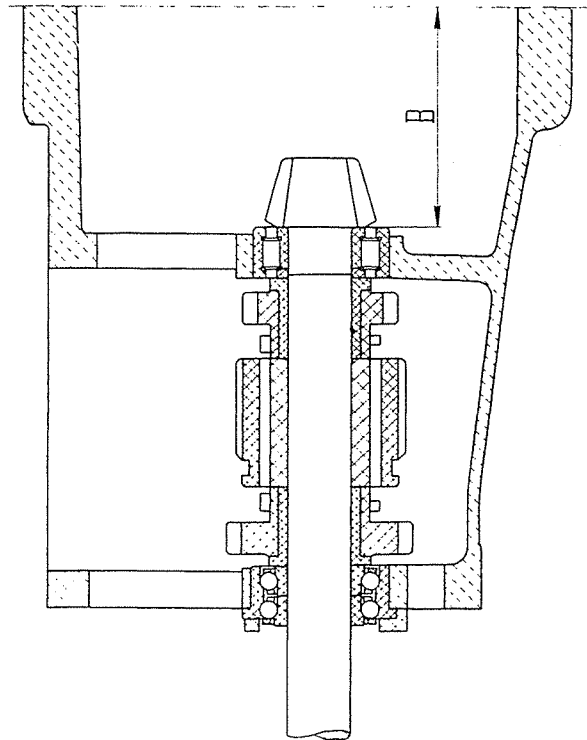

Abb. 196 - Mass « B », bildlich dargestellt.
Nachdem werkseitig genannte Räder auf einwandfreien Lauf abgestimmt wurden, wird am Schaft des Antriebskegelrads die Richtzahl zur Einstellung desselben im Tragkörper graviert (Abb. 196). Genannte Richtzahl, die mit dem Vorzeichen — (minus) oder + (plus) versehen ist, gibt in Hundertstel-Millimeter das Mass an, um welches die Stirnseite des Kegelrads von dem theoretisch ermittelten Abstand der Stirnseite des Antriebskegelrads bis Mittellinie des Tellerrads abweicht.
- B = Abstand der Anlauffläche des Antriebskegelrads an seinem Rollenlager zur Mittelachse der Sitze für die Rollenlagergehäuse (Abb. 196);